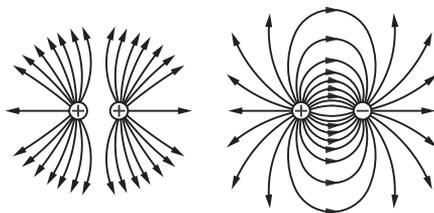

Рис. 1.22. Электростатическое поле двух заряженных тел:
- ♦ силовые линии двух одноименно заряженных тел как бы отталкиваются одна от другой (рис. 1.22, а), а разноименно заряженных — притягиваются (рис. 1.22, б).